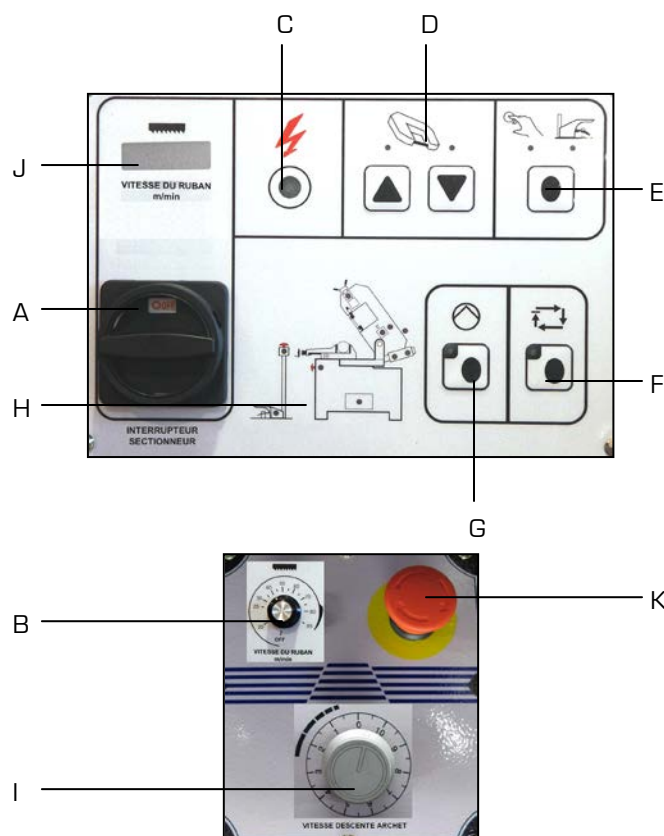
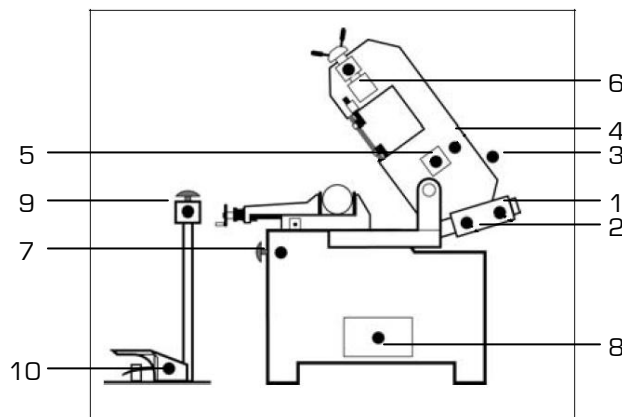

Figure 3
Figure 4
A. Pupitre de commandes électriques (figure 3)
- Voyant allumé côté main : possibilité de régler la hauteur de l'archet à l'aide des deux touches (D fig.3) et de démarrer le cycle à l'aide de la touche (F fig.3)
B. Voyants lumineux (figure 4) sur panneau (H fig.3)
1. Mettre sous tension et descendre l'archet à l'aide de la touche [D fig.3].
2. Tourner le volant (A) jusqu'au « déclic » (micro-contact) situé sur le capteur tension ruban (C).
3. La tension idéale du ruban se trouve au milieu de la zone verte du manomètre (B) (entre 150 et 200).